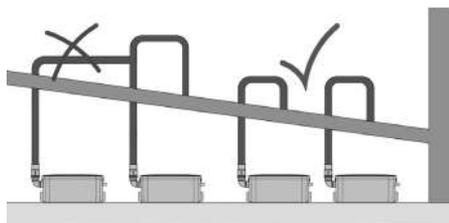

Рисунок 11 – Отдельный вход для каждой напорной трубы
- для напорного трубопровода необходимо предусмотреть отдельный вход в канализационный лежак или стояк. Совмещение его с другими канализационными трубами недопустимо (см. рисунок 11);